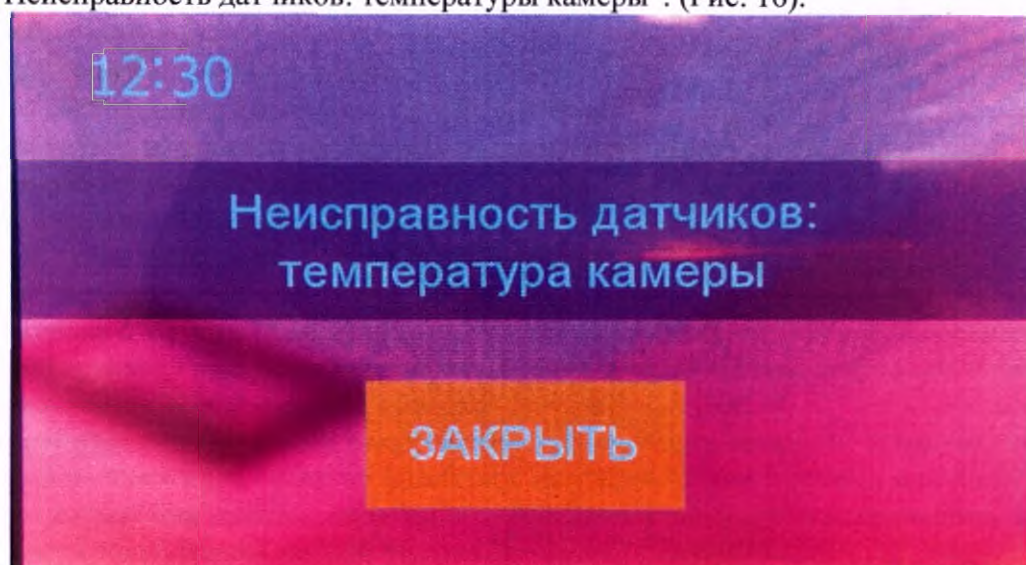

Рис. 16.
- 6.9 Кабина ванны подогревается греющим кабелем, на котором стоят датчики температуры, которые служат для отключения нагрева ванны через программное обеспечение и при выходе из строя которых, на дисплее появляются ошибки: “Неисправность датчиков: температуры камеры” (Рис. 16) и “Неисправность датчиков: температуры подогрева” (Рис. 17).
9.2. При выходе из строя датчика температуры внутри кабины ванны на дисплее появится ошибка "Неисправность датчиков: температура камеры". (Рис. 16).